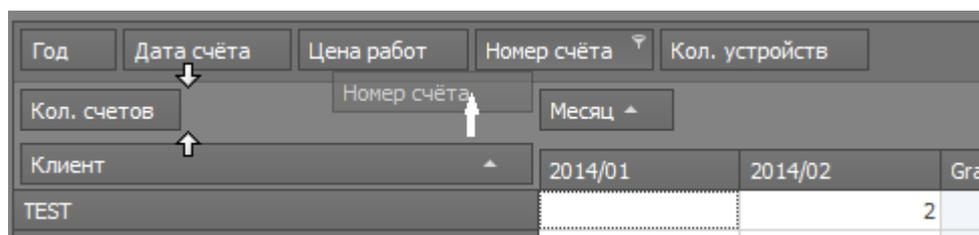

Рисунок 76
- возьмите кнопку с интересующим вас параметром (наведите указатель мыши и зажав левую кнопку мыши перетащите) (рис. 76)